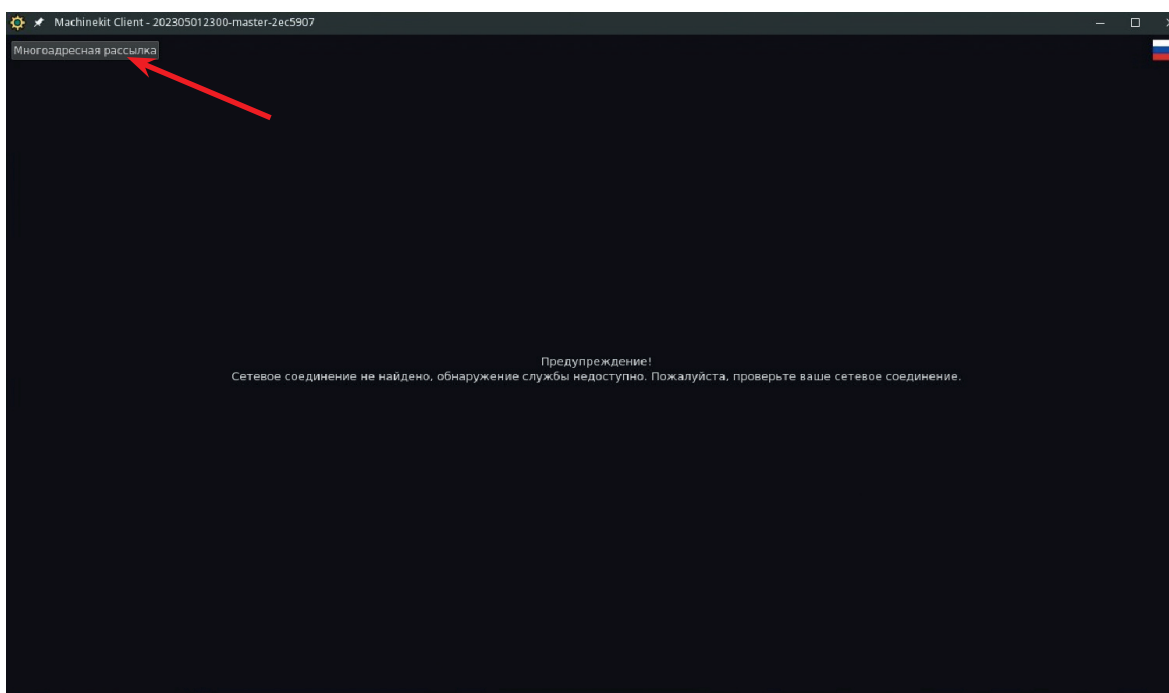

Рис. 12
- Нажмите на кнопку **Многоадресная рассылка** и выберите режим **Одноадресный** (рис. 12)